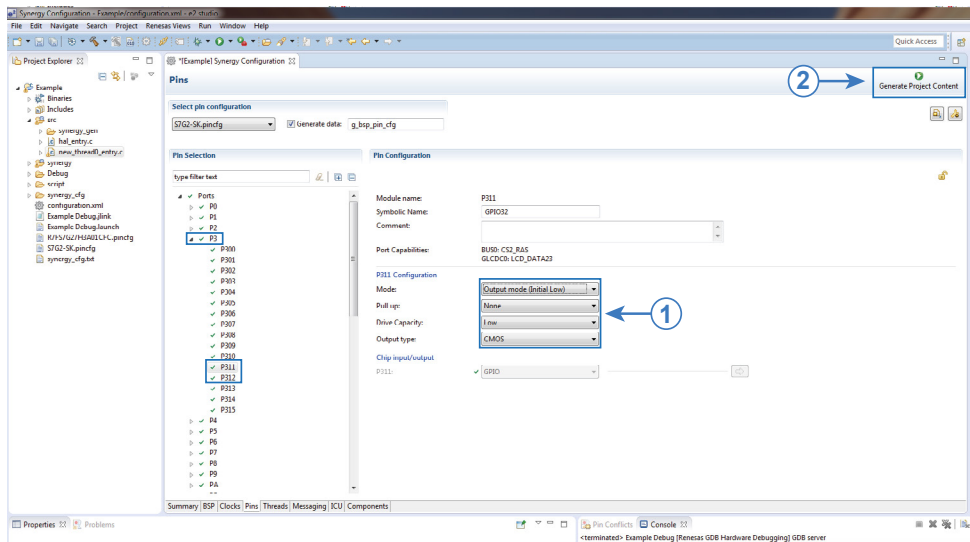
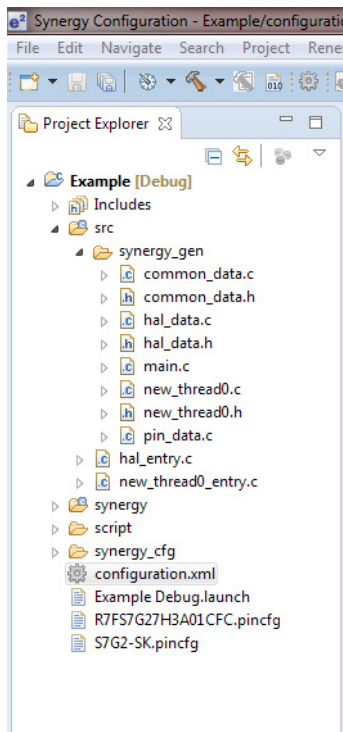

Рис.8. Настройка выводов и генерация программного кода.
Рис.9. Project Explorer.
**9.** Выберите для настройки выводов Ports -> P3. Настройте выходы P311 и P312 на выход (**Рис.8, п.1**). Настройте Вывод P312, управляющий питанием GSM модема, на режим Output mode (Initial High). Настройте вывод P311, управляющий входом Reset GSM модема, на режим Output mode (Initial Low).
**10.** Настройка конфигурации закончена. Для того чтобы среда сгенерировала программный код нажмите «Generate Project Content» (**Рис.8, п.2**). Если генерация прошла успешно, в окне Project Explorer в папке src появятся необходимые файлы (**Рис.9**).